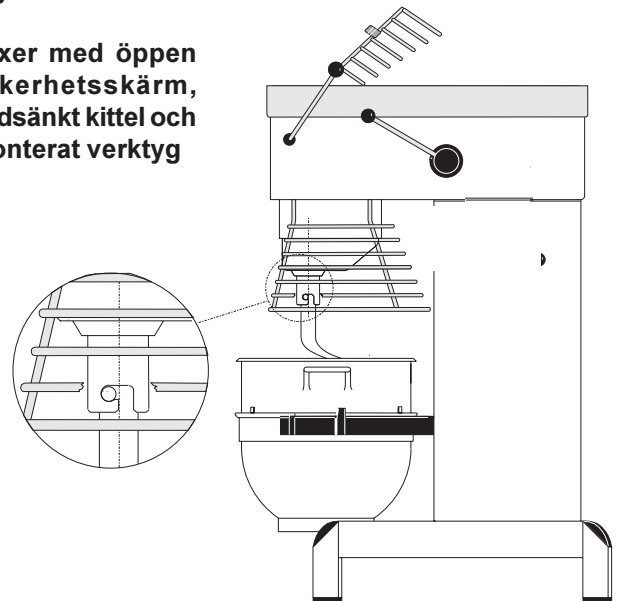

Fig. 3
- A) Säkerhetsskärmen öppnas och kitteln placeras i kittelarmarna. **OBS:** Kittelarmarna skall finnas i lägsta position och kitteln skall vara helt inskjuten i kittelarmarna (**fig.2** og **fig.3**).